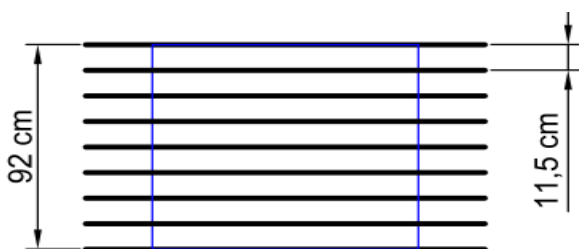

Figura 1. Cantos e arestas
- Nas zonas das arestas e dos cantos, deve ser colocado um mínimo de 8 cordões por largura de ChovATERM® (92 cm) com uma distância máxima de 11,5 cm entre os cordões. Ver figura 1.